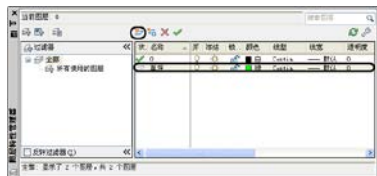

图 6.78 创建图层
(7) 选择【图层】面板中的图层特性按钮，弹出“图层特性管理器”对话框，单击“新建图层”按钮，新建草坪图层，设置颜色为绿色，如图 6.78 所示。